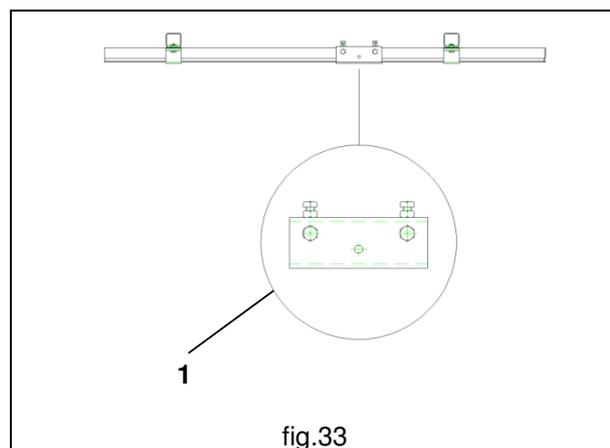

fig.33
5. Completar la línea con todos las secciones de canal por medio de las juntas **1** (los canales tienen una longitud incluida entre 2000 y 3000 mm) (fig. 33).